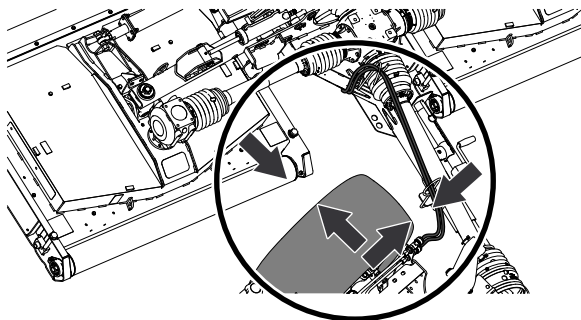

Bild 37
3. Überprüfen Sie beim Wenden den Abstand zwischen den Rädern des Zugfahrzeugs und den Teilen des Mähers (Bild 37).